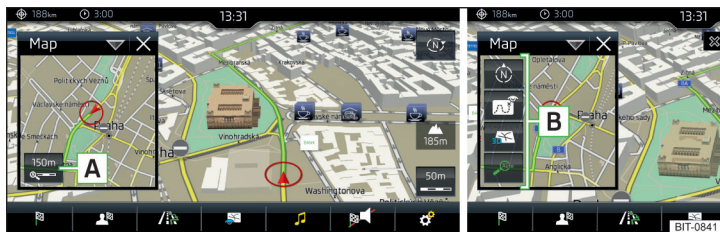

Fig. 243 Mapa en la ventana adicional
► Pulse en la ventana adicional la superficie funcional **A** » fig. 243.